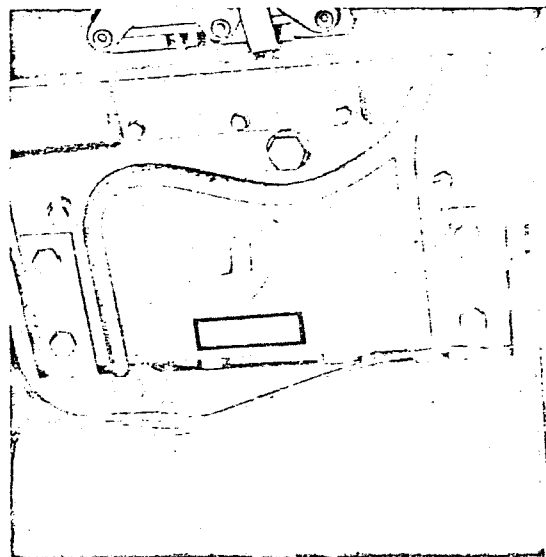

Fig. 2
N. DELLA TRATTRICE: stampigliato in alto sulla parte posteriore del corpo trattrice (visibile togliendo il cuscino) Fig. 2.
NUMÉRO DU TRACTEUR: frappé à froid en haut sur la partie postérieure du corps du tracteur (visible en enlevant le coussin du siège). Voir figure 2.
NR. DES SCHLEPPERS: markiert oben auf der Rückseite des Schleperkörpers (sichtbar bei Abnahme des Kissens). Bild 2